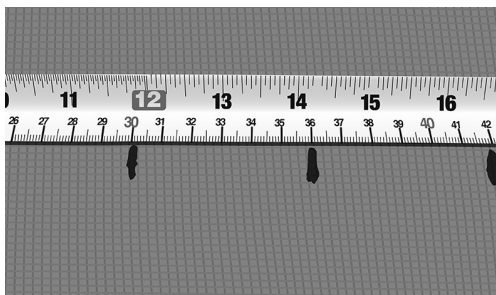

Fig. 8. Marker centerafstanden (CC) på gulvet
6. Markér den beregnede C-C-afstand på gulv fladen (fig. 8).